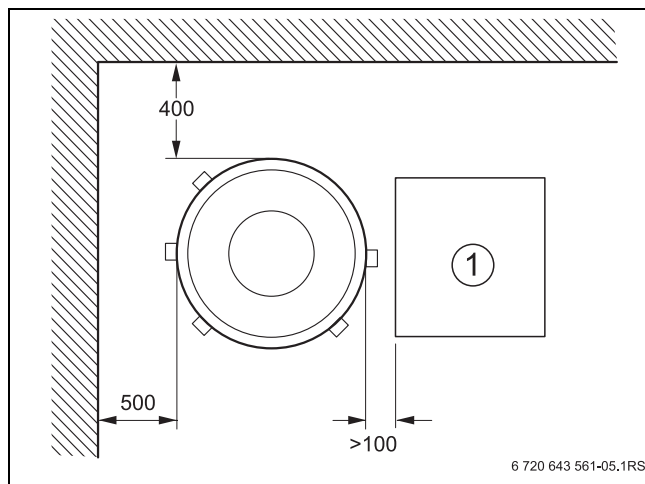

Bild 3 Mindest-Wandabstandsmaße (in mm)
- ▶ Pufferspeicher aufstellen (Wandabstände beachten → Bild 3, Seite 8).